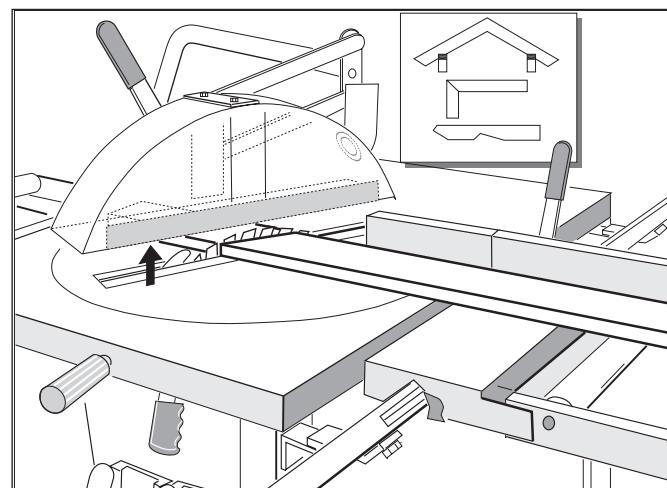

Fig. 7
- Legg arbeidsstykket mot anholdet og kapp ved å heve sagbladet. Se fig. 7.